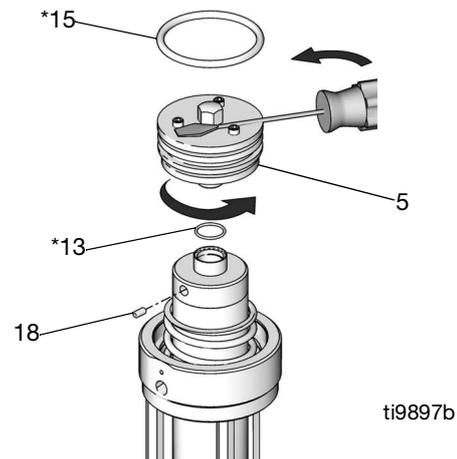

FIG. 11: Válvula de ar da série A
3. **Apenas motores pneumáticos da Série A:** Desaperte o parafuso de ajuste (18) e desaperte a válvula de ar (5). Se necessário, para ajudar a rodar, insira uma lâmina de chave de fendas entre as cabeças dos parafusos e a tampa hexagonal da válvula de ar (5). Descarte os itens 5, 13, 15 e 18. Consulte a FIG. 11.